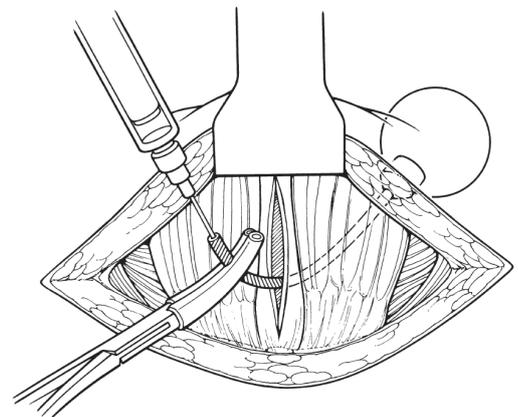

Abbildung 4-9. Druckregulierungsballon füllen und Schlauch abklemmen
16. Schlauch ca. 3 cm vom Ende mit einer mit Schlauchmaterial ummantelten Gefäßklemme verschließen (**Abbildung 4-9**).